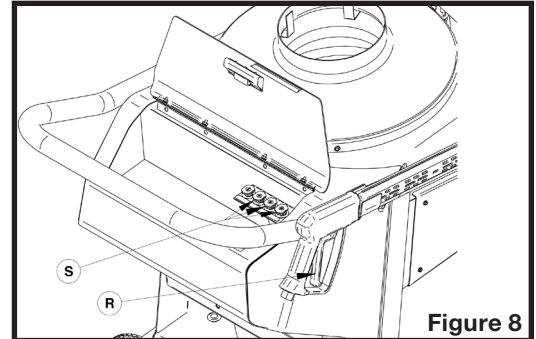
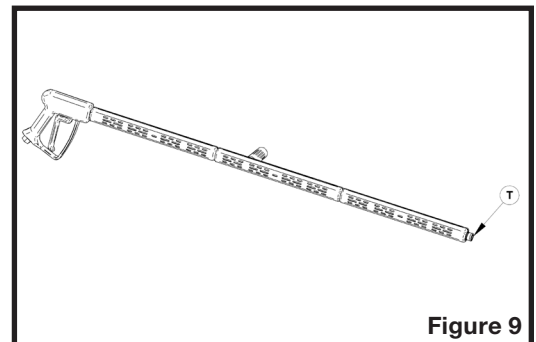

Figure 8
Figure 9
5. Appuyer sur la gâchette du pistolet (R sur la figure 8) jusqu'à ce que l'eau coule de façon régulière et soit limpide. Relâcher la gâchette du pistolet.
6. Installer une buse haute pression (S sur la figure 8) à la sortie de la lance (T sur la figure 9):